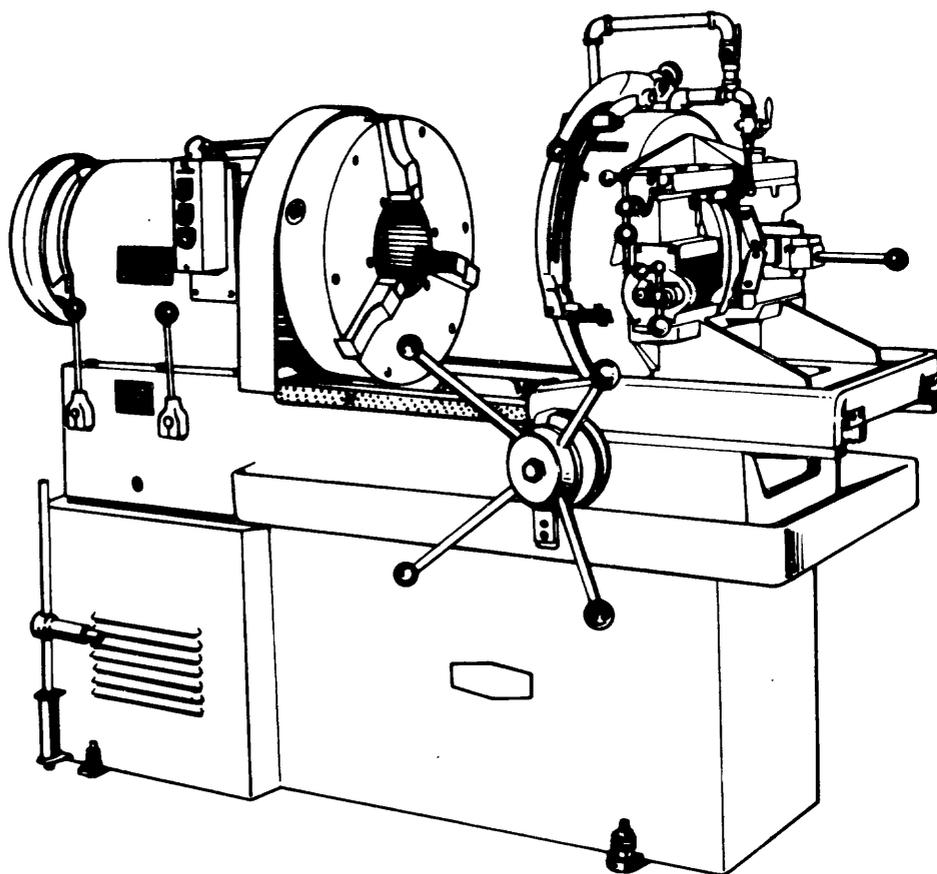

Fig. 4
*MÁQUINA DE ROSCAR Nº 716 (fig. 4)*
Las mordazas del plato universal se mueven haciendo girar con una llave de cruz (Ver fig. 4) uno de los tornillos laterales.